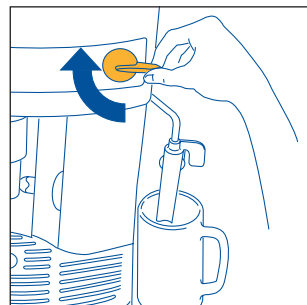

Fig. 6
4. Dopo pochi secondi dal cappuccinatore fuoriesce dell'acqua. Quando la tazza si è riempita di circa 30cc ruotare la manopola vapore di mezzo giro in senso orario (fig. 6) fino a fine corsa, in modo da interrompere la fuoriuscita dell'acqua.
- Per interrompere la fuoriuscita di acqua calda, ruotare la manopola in senso orario fino a fine corsa (fig. 6) e riportare il cappuccinatore nella posizione originale verso il centro della macchina.
- Spostare all'esterno il cappuccinatore (fig. 6)
- Poi interrompere l'erogazione ruotando la manopola in senso orario fino a fine corsa (fig. 6)
- Raggiunta la temperatura desiderata, interrompere l'erogazione del vapore ruotando la manopola vapore in senso orario fino a fine corsa (fig. 6).